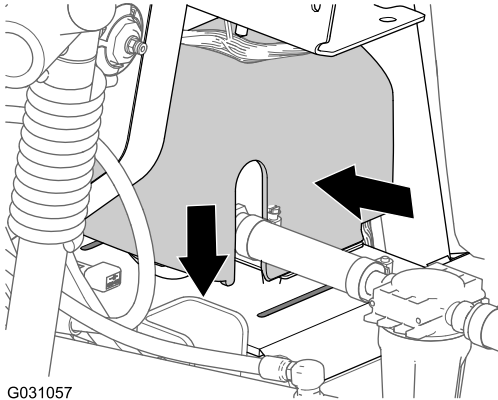

Bild 122
2. Fluchten Sie die Abdeckung der Spülpumpe über der Sattelplatte für die Spülpumpe aus (Bild 122).
3. Drücken Sie die Seiten der Spülpumpenabdeckung zusammen und fluchten Sie die Nasen der Abdeckung mit der Sattelplatte aus (Bild 122).
4. Setzen Sie die Nasen in die Schlitz ein und lassen die Seiten der Abdeckung los (Bild 122).